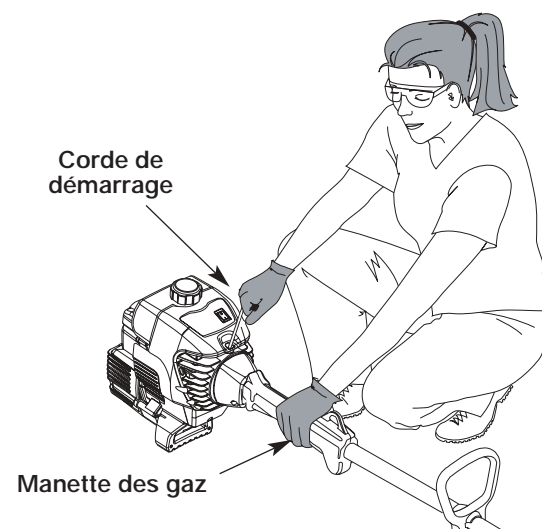

Fig. 8
AVERTISSEMENT: évitez tout démarrage accidentel. Tenez-vous en position de démarrage lorsque vous tirez sur la corde de démarrage (Fig. 8). L'opérateur et l'appareil doivent tous deux être en position stable pour éviter des blessures graves.
5. Levez-vous en position de démarrage (Fig. 8) et appuyez sur la manette des gaz. Tirez le cordon de démarrage d'un **mouvement contrôlé et ferme** jusqu'à 5 fois.